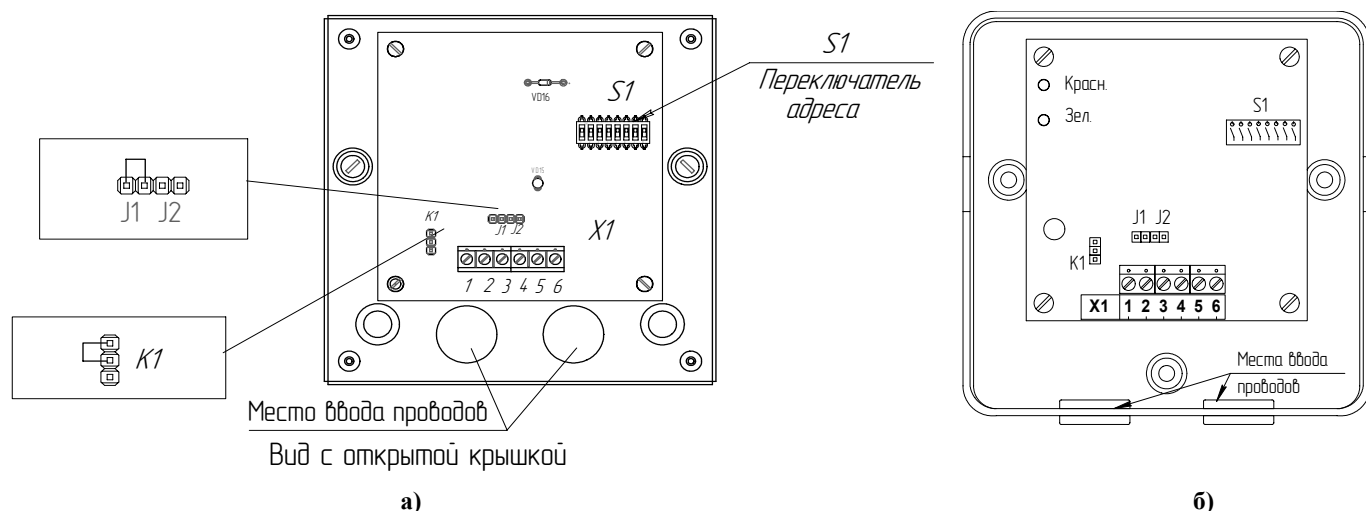

Рис. 9.2 Конструкция МАК: а) исполнение в металлическом корпусе; б) исполнение в пластмассовом корпусе.
9.2.1. МАК предназначен для контроля целостности СЛ или состояния контактов концевых выключателей, блокировок, и т.п. Конструктивно МАК показан на рис. 9.2 (показана заводская установка джамперов, причем джампер К1 всегда устанавливается как показано на рисунке). Существует два варианта внешних подключений МАКа:
- в случае, когда МАК используется для контроля СЛ (рис. 9.2в) необходимо на плате установить джампер в положение J1 (рис. 9.2), на переключателе адресов S1 установить 250-й адрес (см. п. 9.1) и закоротить контакты 5 и 6 разъема X1 перемычкой (рис. 9.2).
- если же МАК используется для контроля состояния внешних концевых выключателей, то необходимо на плате установить джампер в положение J2 (рис. 9.2) и подключить устройство согласно рис. 9.2г.
Рис. 9.2в Схема внешних подключений МАК в режиме контроля СЛ.
Рис. 9.2г Схема внешних подключений МАК в режиме анализа состояния концевых выключателей.